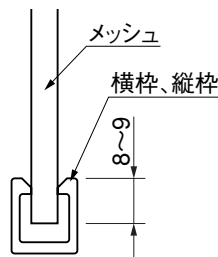

図4-3 メッシュ横枠縦枠組付図
- メッシュ切断寸法は枠に8~9mmのみ込む様に設定してください。(図4-3参照)